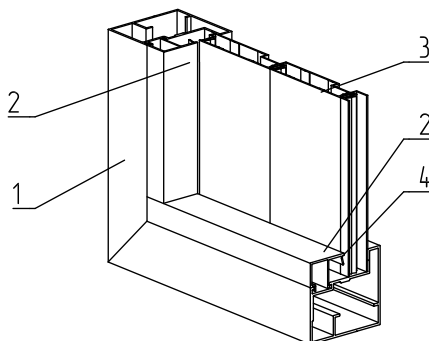

Рис. 31. Установка штапика *FLGU.400.0302*, *FLGU.400.0304* с уплотнителем *FRK12*
1. По контуру установить штапики 2 совместно с уплотнителем 4 (рис. 31).